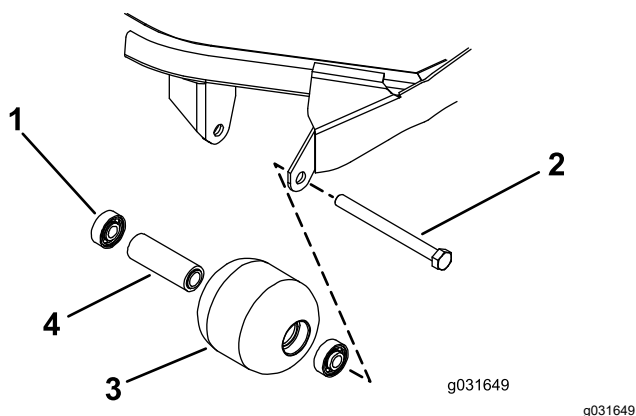

图 73
1. 卸下滚筒安装螺栓图 73。
4. 检查滚筒壳体、轴承以及轴承隔块是否受损 (图 73)。
1. 仅按住外圈或同时按住内、外圈将第一个轴承按入滚筒壳体图 73。
2. 插入隔片图 73。
3. 仅按住外圈或同时按住内、外圈将第二个轴承按入滚筒壳体直至其触及隔块图 73。